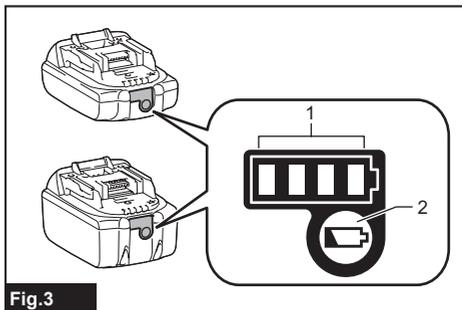

Fig.3
► Fig.3: 1. Lâmpadas indicadoras 2. Botão de checagem